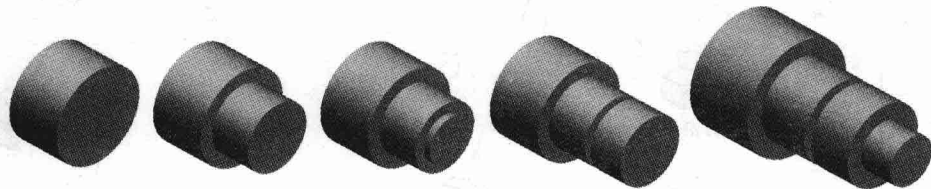

图 1-6 “层叠蛋糕”法
1. “层叠蛋糕”法 用层叠蛋糕方法创建这个零件，如图 1-6 所示，一次创建一层，后面一层或者特征加到前一层上。如果改变了某一层的厚度，在其基础上创建的后面的层的位置也将随之改变。